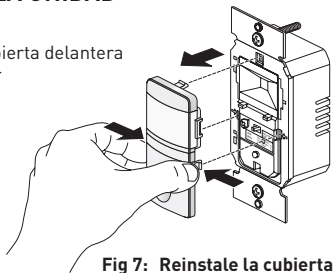

Fig 7: Reinstale la cubierta
3. Tome la nueva cubierta con el nuevo color, y colocarlo en su posición, insertando la parte arriba primero, luego presionando cada lado. Ver Fig 7.